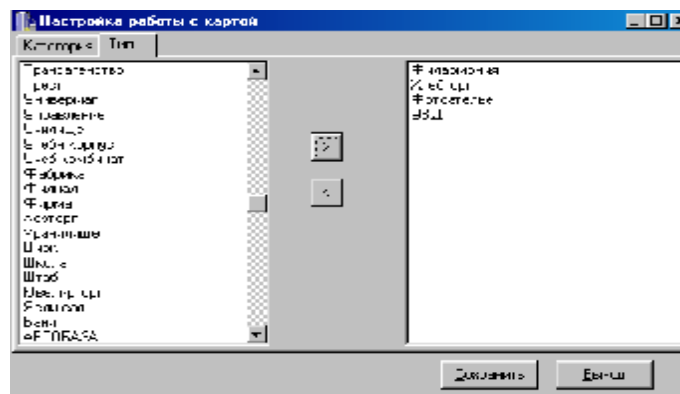

Рисунок 118
5.11.2 Войдя в пункт меню «Карта/Настройка работы с картой», можно установить дополнительные фильтры отображения для объектов – категории важности и типы, рисунок 118: